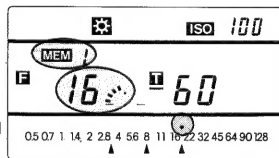

図49
1. 被写体の再現したいハイライト部を測定してメモリーします。(図49)